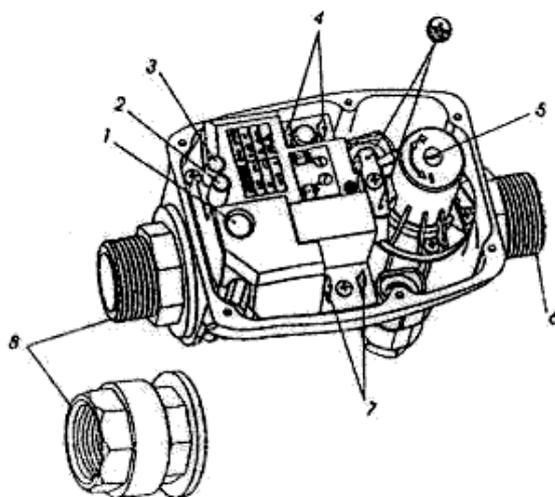

Рис.1. Защита сухго хода Brio-2000т
- **С гидроаккумулирующим баком и реле давления.** В этом случае максимальное давление воды в системе $P(\text{выкл.})$ будет задаваться на реле давления, а минимальное $P(\text{вкл.})$ – на BRIO 2000 (рис.1 поз.5). При этом настройку нужно сделать так, чтобы $P(\text{вкл.})$ на BRIO 2000 было меньше, чем $P(\text{вкл.})$ на реле давления. Сетевое напряжение поступает на контакт BRIO 2000 (рис.1 поз.7). С контактов BRIO 2000 (рис.1 поз.4) питание подается на реле давления, а с реле - на насос.
- **С гидроаккумулирующим баком без реле давления.** В этом случае минимальное давление $P(\text{вкл.})$ выставляется на BRIO 2000 винтом (рис.1 поз.5). $P(\text{вкл.})$ должно быть чуть больше минимального давления указанного на корпусе насоса. Выключается насос при достижении максимального давления в системе, которое может создавать насос ($P_{\text{макс.}}$ указанное на корпусе насоса).
- Используя фастоны, подключите устройство к насосу и электросети.- Минимальное рабочее давление установлено на заводе 1,5 бар, что является оптимальным значением для большинства применений. Минимальное рабочее давление может быть отрегулировано в случае необходимости путем вращения отверткой винта (рис.1 поз.5)- При сливе воды из системы (например, на зимнее время) необходимо учесть, что BRIO 2000 имеет встроенный обратный клапан. Для обеспечения корректной работы BRIO 2000 максимальное давление насоса должно быть по крайней мере на 0,6 бар выше, чем минимальное рабочее давление BRIO 2000.